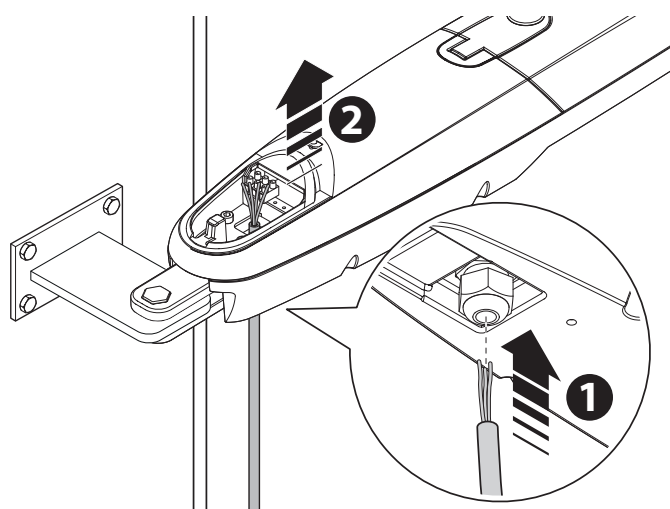

Fig. 14
**02.** Desaparte o parafuso para a passagem dos cabos na parte inferior do motor (**fig. 14**);